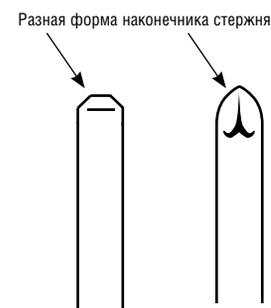

Рис. 5
- Наконечник стержня либо острый, либо «рубленой» формы (рис. 5).